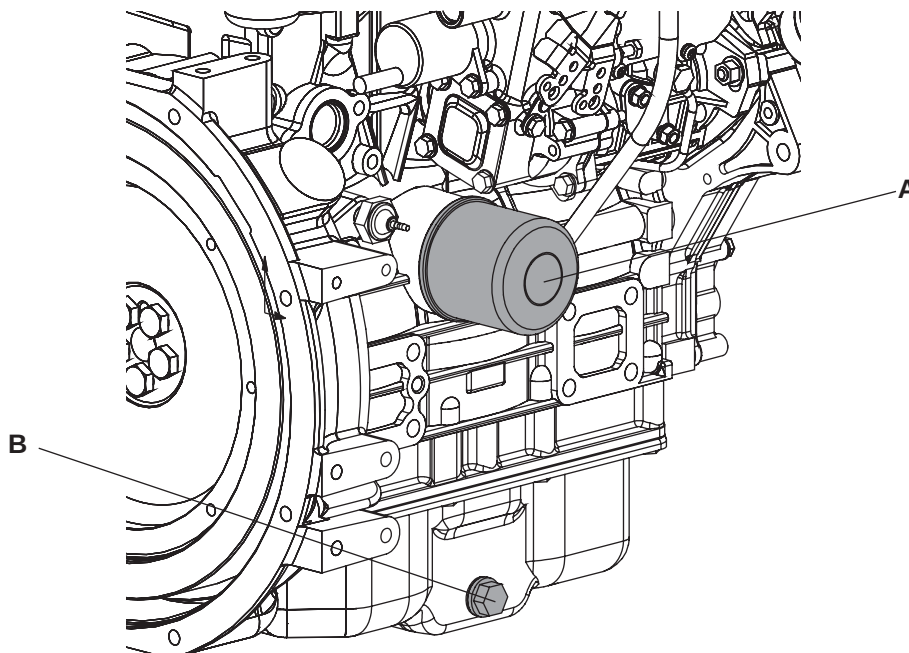

Figura. 43
7. Coloque un recipiente adecuado debajo del motor para recoger el aceite sobrante. Quite el tapón de drenaje (figura 43, punto B) del motor. Deje que el aceite se drene.